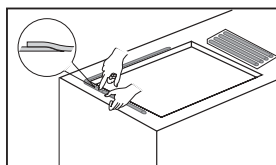

Figura 2
- 1 Coloque a massa de vedação ao longo de toda a abertura com atenção nos pontos de junção dos pedaços de massa que devem ficar sobrepostos (veja Figura 2).